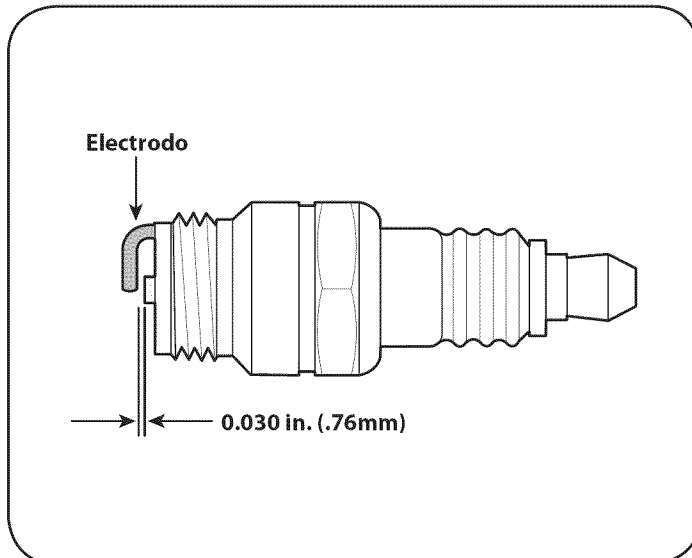

Figura 12
3. Compruebe el entrehierro con un calibrador de alambre. La separación correcta es 0,030 in. (0,76 mm). Vea la Figura 12. Si es necesario, reajuste el entrehierro.